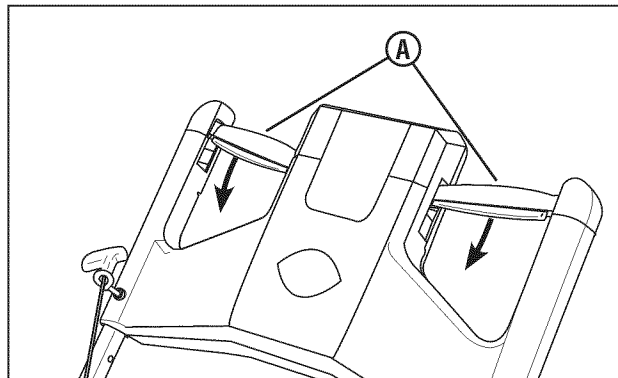

Figura 7: Propulsión del cortacésped
2. Comience oprimiendo lentamente el control de transmisión (**A, Figura 7**) hacia delante para propulsar el cortacésped. La velocidad de desplazamiento puede aumentarse oprimiendo el control de transmisión más hacia delante.